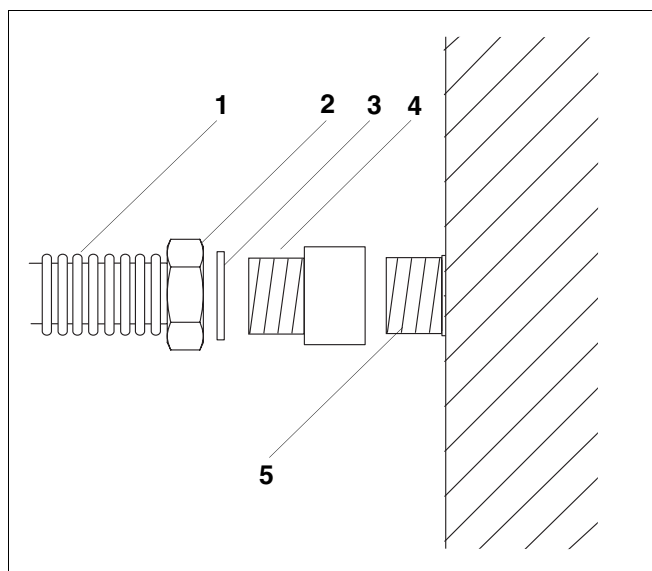

Fig. 9 Collegamento del tubo ondulato in acciaio inox all'accumulatore con attacchi R1
Il raccordo Rp1 × R1 (fig. 9, **pos. 4**) viene impiegato sull'attacco accumulatore R1 (fig. 9, **pos. 5**) per ottenere una migliore superficie di tenuta e di conseguenza una buona tenuta ermetica sull'attacco dell'accumulatore.
- Avvitare il raccordo Rp1 × R1 (fig. 9, **pos. 4**) all'attacco dell'accumulatore R1 (fig. 9, **pos. 5**) per collegare quest'ultimo al set idraulico completo.
- Inserire la guarnizione (fig. 9, **pos. 3**) nel dado di raccordo premontato Rp1 (fig. 9, **pos. 2**).
- Avvitare il dado di raccordo premontato Rp1 (fig. 9, **pos. 2**) del tubo ondulato in acciaio inox alla filettatura R1 del raccordo Rp1 × R1 (fig. 9, **pos. 4**).